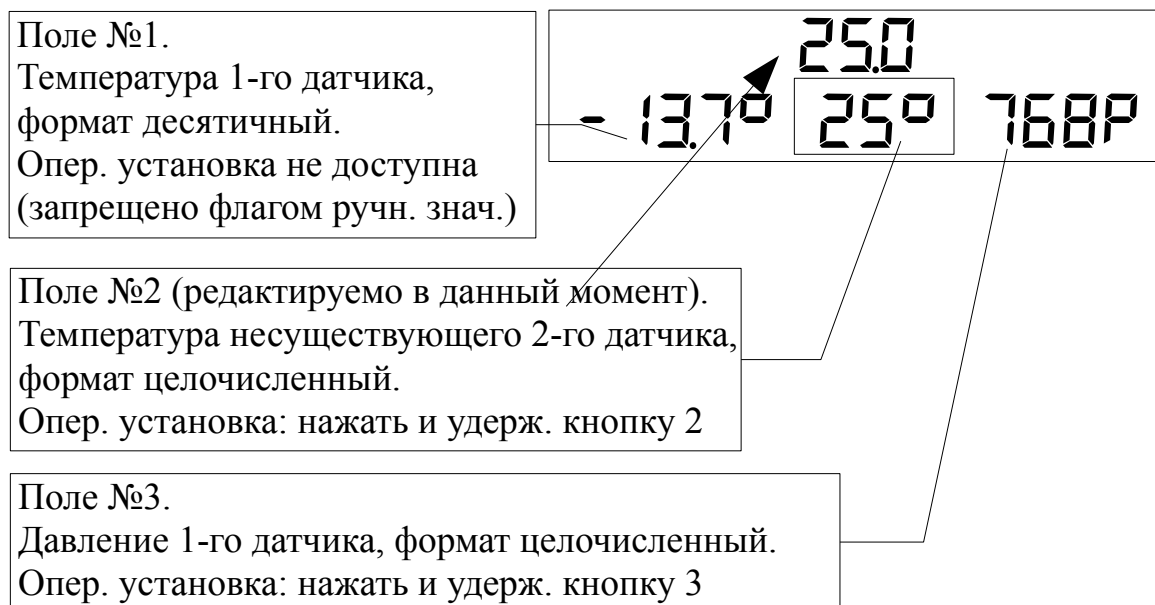

Рисунок 2.12 – Пример ЭТ с тремя полями погодных показателей
Когда ЭТ работает в основном режиме, то доступен оперативный ввод ручных погодных показателей. Для примера приведено ЭТ с тремя полями погодных показателей (рис. 2.12).
Для оперативной установки для определённого поля погодных показателей, нужно **нажать и удерживать** кнопку ПУ (от “1” до “9”, соответствующую номеру поля) **в течении двух секунд**, (см. рис. 2.12). При этом корректируемая величина будет отображаться на основном светоplane (верхняя строка ЭТ на рис. 2.12), а соответствующее погодное поле будет мигать (второе поле, которое выделено прямоугольником на рис. 2.12). Для выхода из режима оперативного ввода достаточно нажать кнопку “Выход”.
- Ввод ручных значений для температуры и влажности всегда в формате десятичной дроби, независимо от того, в каких форматах данные значения отображаются полями отображения погодных параметров (см. пример для второго погодного поля на рис. 2.12);
- Ввод ручных показателей должен быть разрешён соответствующим флагом. К примеру, на рис. 2.12 для **третьего погодного поля**, нужно разрешить для **первого погодного сенсора** установку ручного значения давления (подробнее см. п. 2.3.6 настройки погодных сенсоров).